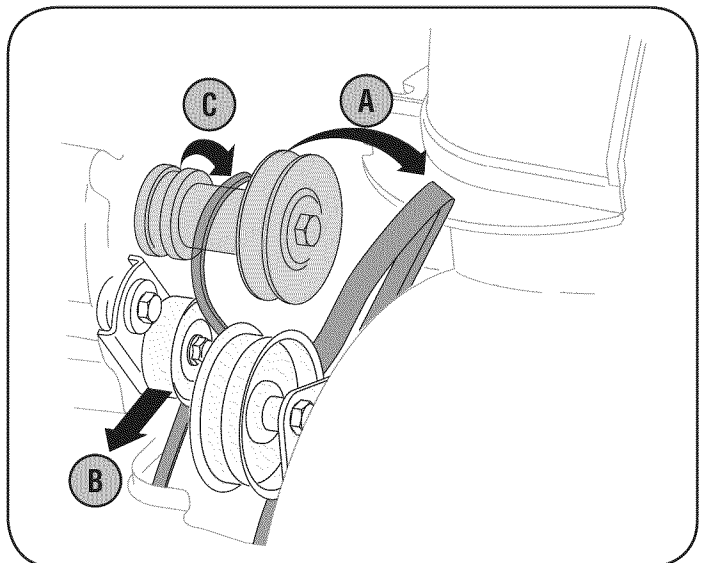

Figura 26
b. Tome la polea loca y gírela hacia la derecha. Vea la figura 26.